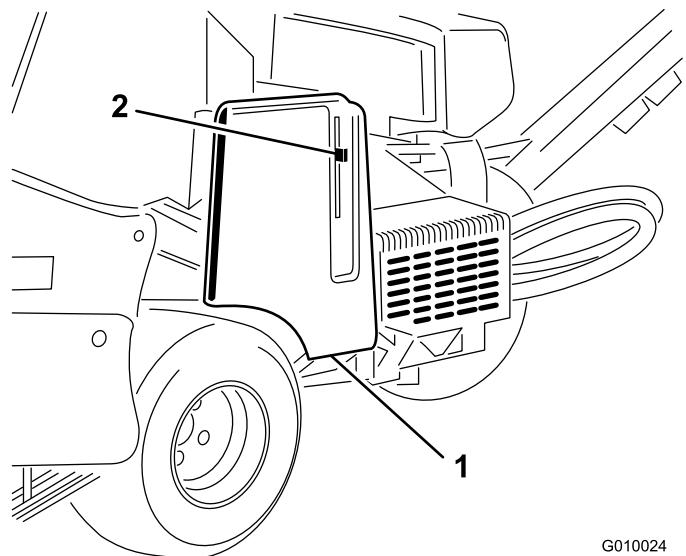
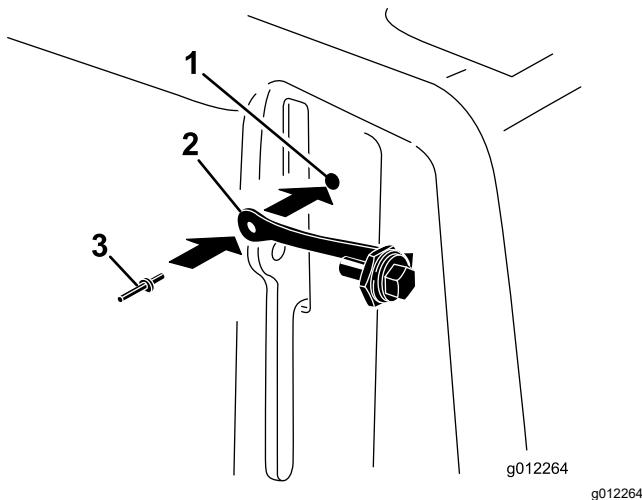

Figure 6
Figure 7
1. Trouvez le trou dans le protège-courroie, près du levier de verrouillage (Figure 6 et Figure 7).
2. Fixez la sangle de sécurité dans le trou du protège-courroie à l'aide d'un rivet aveugle (Figure 7).